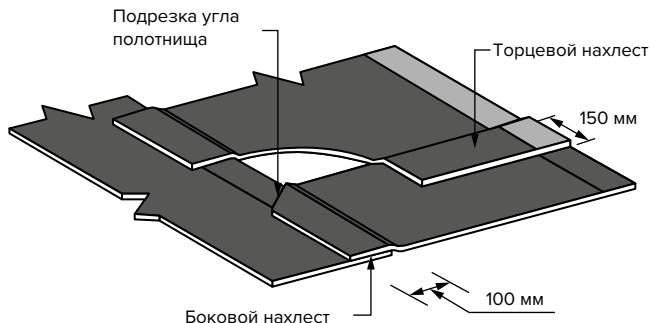

Рисунок 5.1. Устройство пароизоляционного слоя из битумосодержащих рулонных материалов
5.2.11. В процессе производства работ по устройству пароизоляционного слоя необходимо обеспечить нахлест смежных полотнищ не менее 100 мм (боковой нахлест). Торцевой нахлест рулонов должен составлять 150 мм (рис. 5.1).
5.2.12. Для увеличения надежности и герметичности торцевого нахлеста необходимо осуществить подрезку угла полотнища материала, находящегося в нахлесте снизу (рис. 5.1).